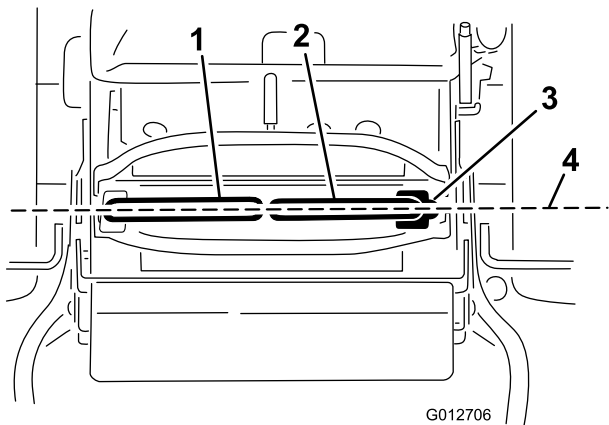

Bild 72
Wichtig: Stellen Sie sicher, dass die Spur des Rasenmähers nach dem Einstellen der Fahrtriebshebel richtig ist. Stellen Sie die Spur ein und nivellieren Sie gleichzeitig die Fahrtriebshebel in der Längsrichtung (Bild 72).
1. Nach der seitlichen Ausrichtung müssen Sie die Ausrichtung in Längsrichtung prüfen; drücken Sie die Bedienhebel etwas nach vorne, um das Spiel im Gestänge der Bedienhebel zu entfernen (Bild 72).